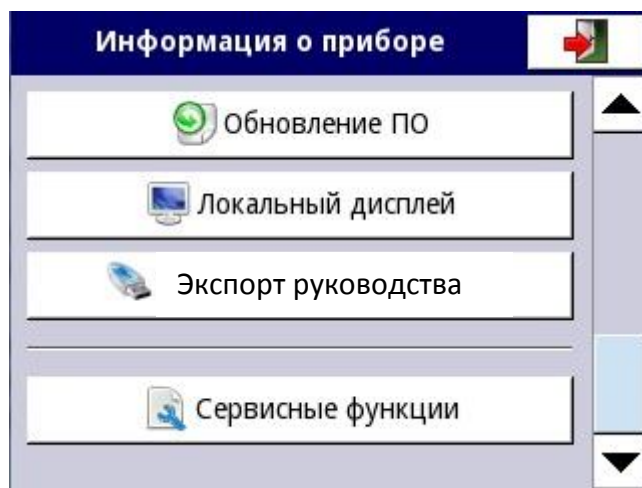

Рисунок 2.37
- подключите флэш-диск к РМТ 29 и запустите процесс нажатием на кнопку «Обновление ПО» (см. рисунок 2.37).